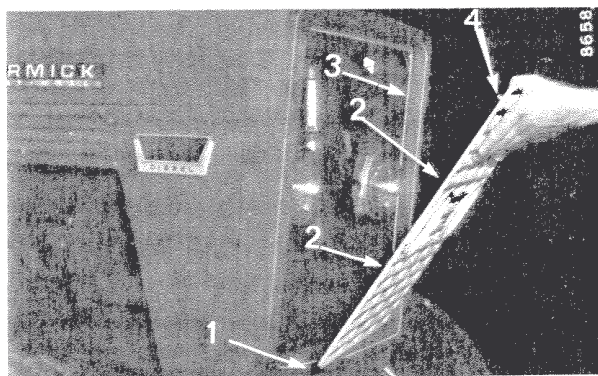

Fig. 37
La bonne accessibilité des organes essentiels du tracteur rend très rare la nécessité de démonter le capot moteur. La simple dépose de la grille de radiateur permet l'accès facile au filtre à air et aux phares (voir, Fig. 37).
Dévissez les vis (4, Fig. 37) et enlevez la grille de radiateur. Lorsque vous la remettez en place engagez les ergots (1) derrière le rebord (3). Appuyez légèrement sur les crochets (2) pour agrafer la grille puis serrez les vis.
Retirez la grille de radiateur (Fig. 37) et démontez le bol d'huile.
Déposez la grille de calandre du tracteur (Fig. 37). Dégagez les 3 crochets du bol d'huile pour pouvoir le sortir. Retirez également l'élément filtrant et nettoyez-le au gasoil ou au pétrole avec un pinceau doux jusqu'à ce qu'il soit bien propre.